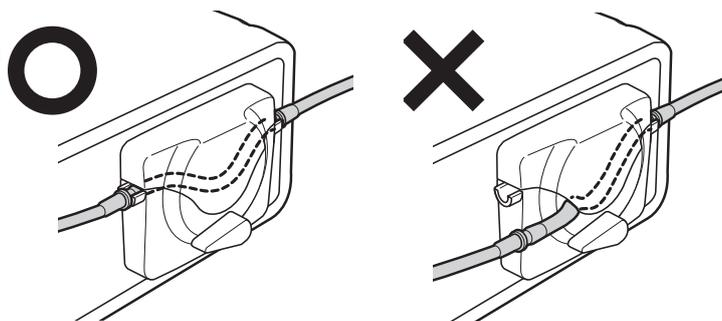

Рис. 5
- Убедитесь, что шланг был ровно установлен на роликах помпы, перед закрытием крышки помпы. Если шланг был неправильно расположен на роликах, то он может быть разрезан или поврежден при закрытии крышки помпы (Рис. 5).